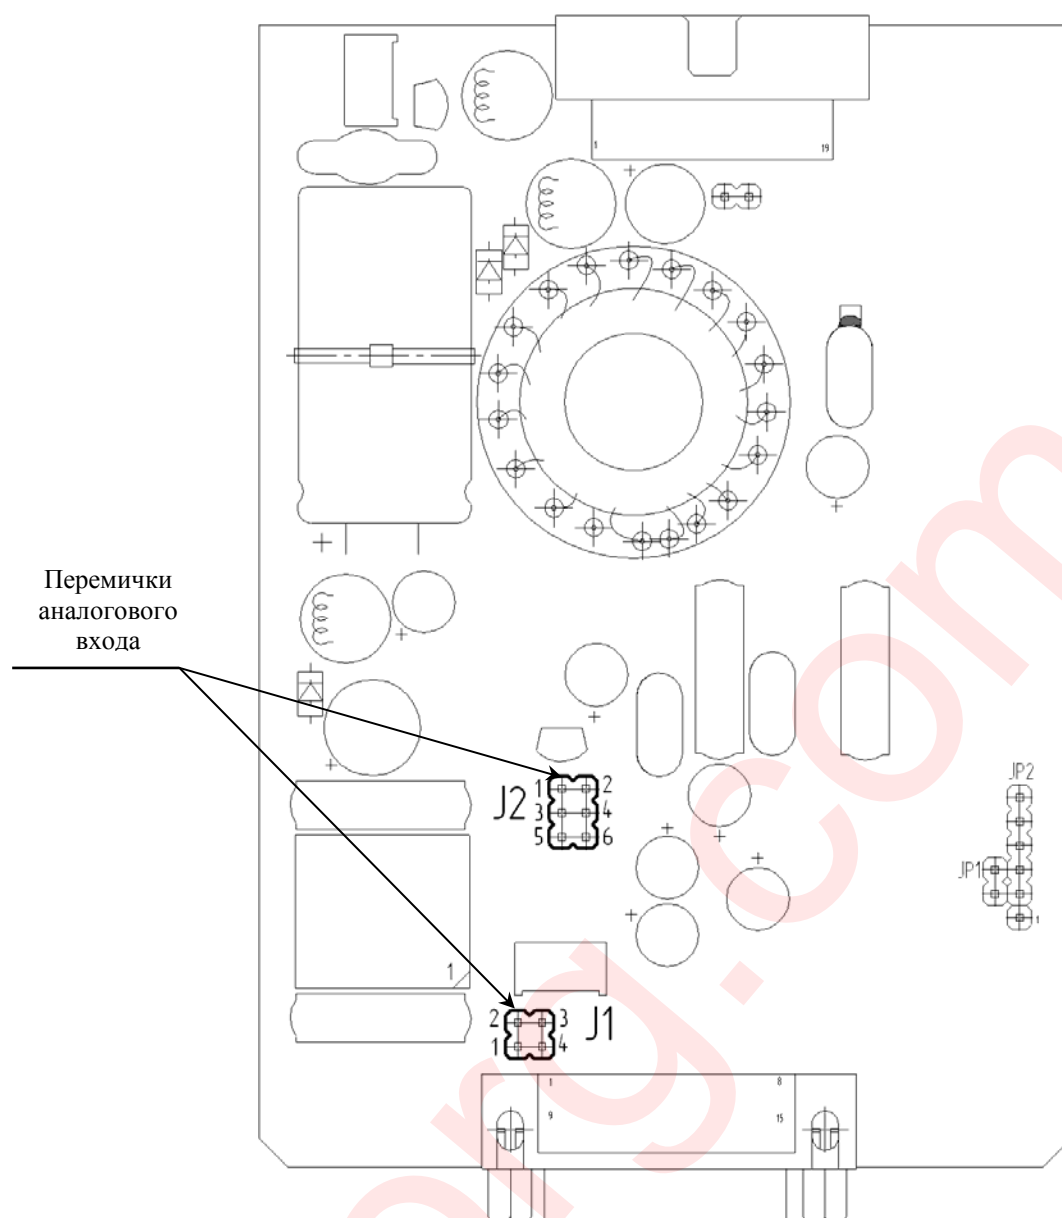

Рисунок 10.1 – Положение перемычек на плате процессора
3. Изменить положения переключателей на плате процессора, установленном внутри прибора, соответствующие данному типу входного сигнала. См. раздел 11.1, табл.11.1, 10.1, рис.10.1.